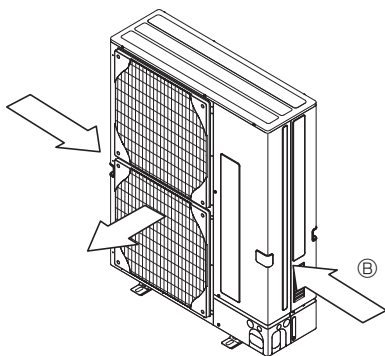

Fig. 2-5
- Bringen Sie die Anlage so an, dass die Abluft aus der Luftaustrittsöffnung im rechten Winkel zu derjenigen Richtung geführt wird, aus der saisonal bedingt starker Wind bläst. (Fig. 2-5)